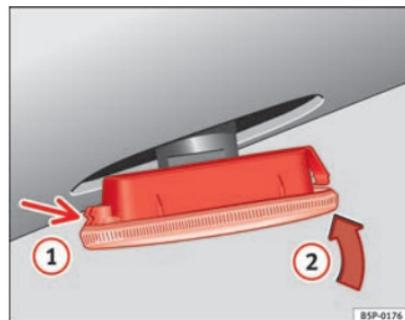

Abb. 190 Seitlicher Blinker
- Setzen Sie den Blinker zuerst in der Aufnahme der Karosserie ein, wobei die Halterungen richtig einrasten müssen ⇒ Abb. 190, Pfeil (1).
- Die Lampe in Pfeilrichtung (2) ⇒ Abb. 190 einsetzen.